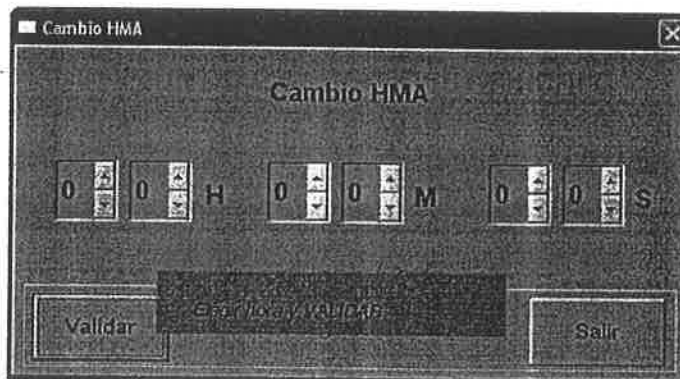

Fig. 16. Ventana " Cambio HMA "
• Elegir la hora HMA deseada con las flechas (Ver Fig 16).	la ventana está inicializada con la hora del reloj al momento del diálogo. La flecha de las unidades de segundos pasa de 5 en 5 segundos.